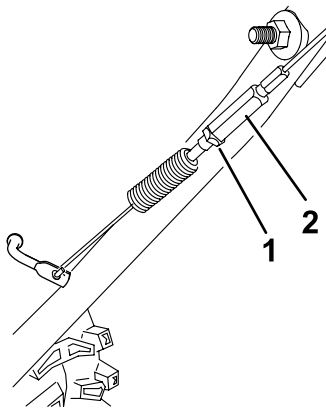

Figura 27
5. Afloje la contratuerca (Figura 27).
6. Afloje o apriete el tensor que ajusta la tensión del cable (Figura 27).